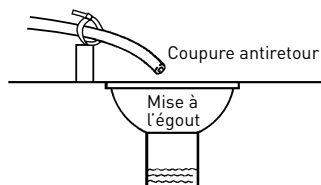

Figure 1
9. Placez environ 25 mm (1 po) d'eau au-dessus de la grille. Si aucune grille n'est utilisée, remplissez jusqu'en haut de l'air-check (Figure 1) situé dans le bac à sel. N'ajoutez pas de sel dans le bac à saumure à ce stade.